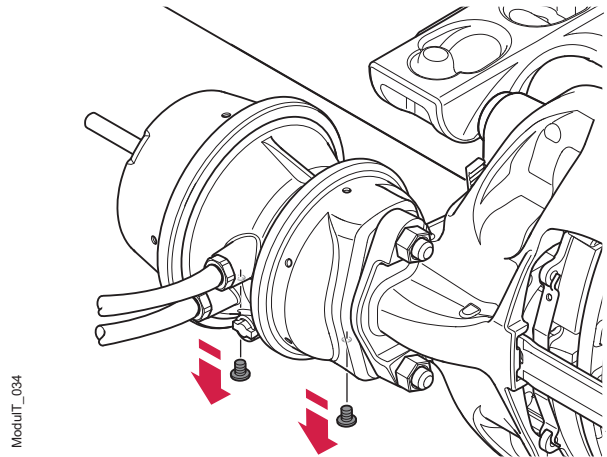

Figura 40. Quitar el tapón de drenaje de ventilación
7. Quite el tapón de drenaje de ventilación que mira hacia abajo del alojamiento de la cámara de freno, véase la figura 40. También de la cámara de freno por muelle, si procede.